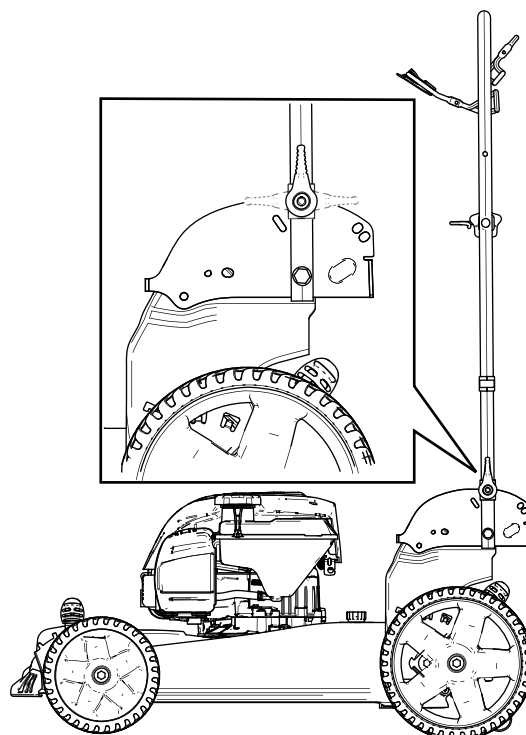

Рисунок 23
2. Сложите рукоятку вперед, установив ее в вертикальное положение или в положение упора вперед, как показано на Рисунок 23.